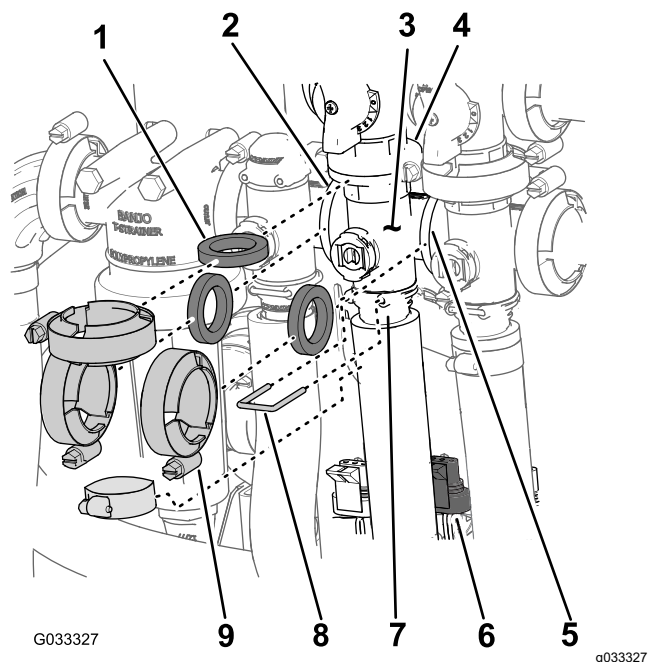

Figura 69
1. Retire as braçadeiras e as juntas que fixam o coletor para a válvula de agitação (Figura 69) à válvula de derivação de agitação, válvula de controlo de aplicação, válvula mestre e união adaptadora (válvula do acelerador da agitação).
2. Retire o retentor que fixa a união exterior ao coletor da válvula de agitação (Figura 69).